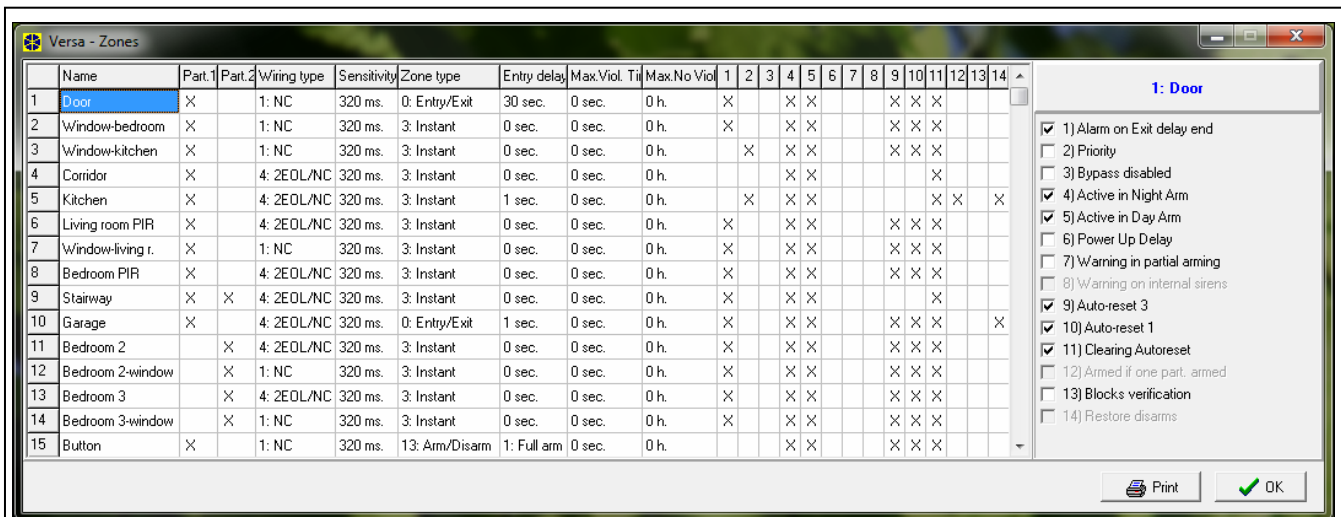

Fig. 8. DLOADX program: “VERSA – Zones” window.
- “VERSA – Zones” window (Fig. 8).